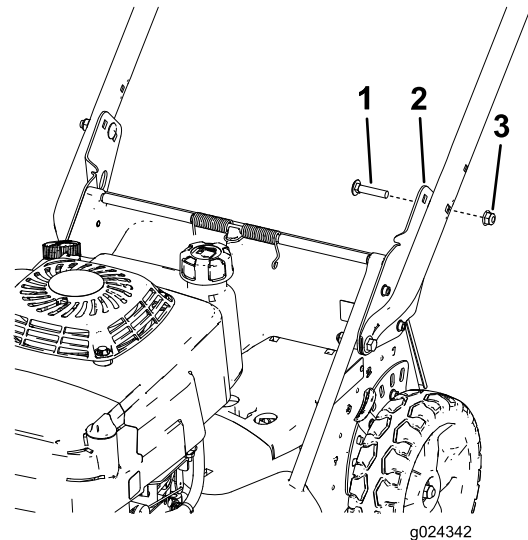

Figura 6
2. Soporte del manillar (2)
6. Sujete el manillar a los soportes del manillar en la posición de altura deseada con 2 pernos de cuello cuadrado (5/16" x 1 1/2") y 2 tuercas con arandela prensada (5/16"), según se muestra en Figura 6.